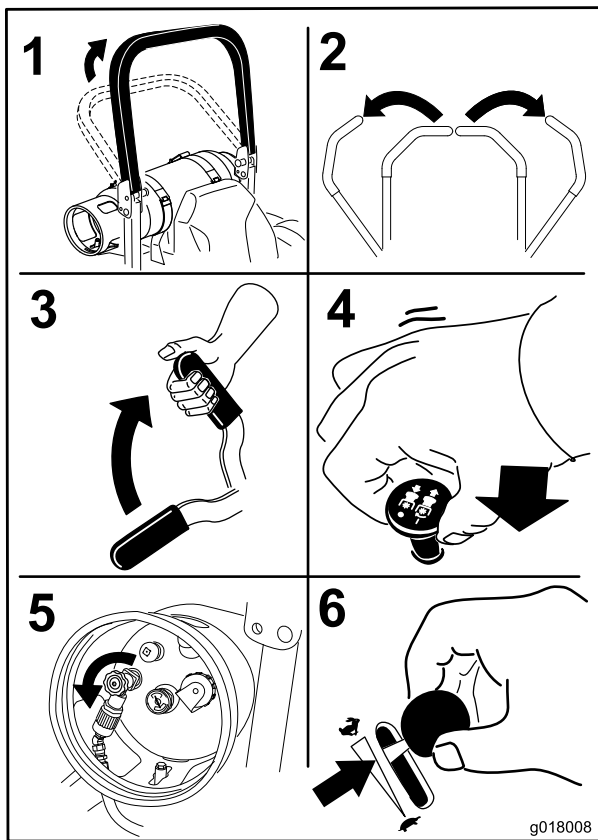

Figure 18
5. Placez la commande des lames (PDF) en position désengagée (Figure 18).
6. Déplacez la manette d'accélérateur de 3/4 de sa position entre Bas régime et Haut régime (Figure 18).